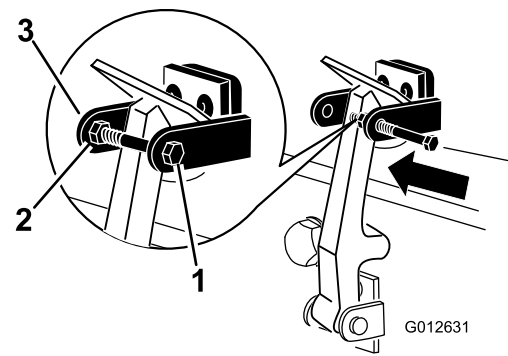

Bild 9
8. Setzen Sie die Schraube in den anderen Arm der Halterung des Motorhaubenriegels, um den Riegel zu arretieren (**Bild 9**). Ziehen Sie die Schraube (nicht die Mutter) an.